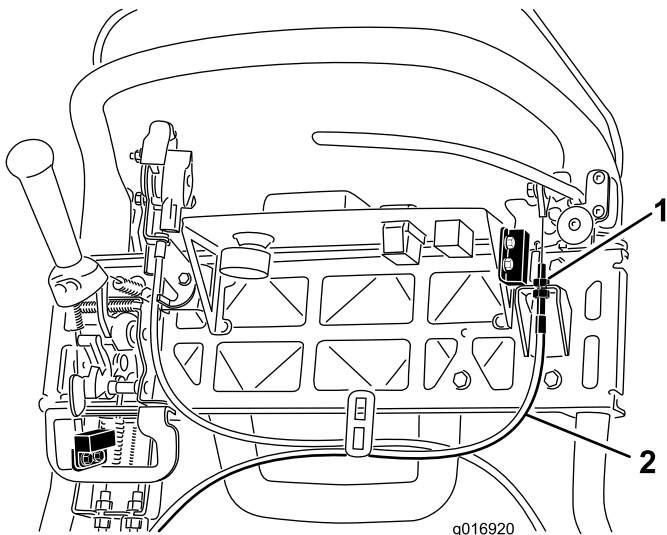

图40
- 3. 要增加拉线的张力，请拧松上部拉线锁紧螺母并拧紧下部拉线锁紧螺母(图40)，直至为了松开手刹锁定装置，需要对刹车制动杆手柄施加 156N 的力。切勿调整过度，或致使刹车带拖磨。